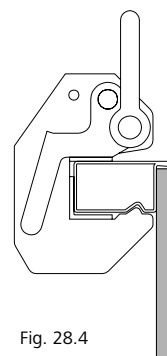

Fig. 28.4
3. Pour verrouiller, remettre le levier de sécurité en position initiale (Fig. 28.4).